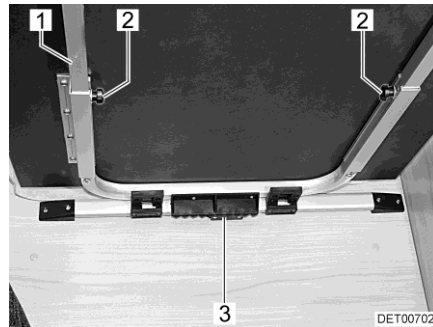

Bild 55 Hängetisch verschieben/vergrößern
- Rändelschrauben (Bild 55,2) lösen.
- Tischplatte vorn leicht anheben und bis zum Anschlag herausziehen. Tischverlängerung (Bild 55,1) ist ganz ausgezogen.
- Tischplatte vorn leicht anheben und bis zum Anschlag zurückschieben. Tischverlängerung (Bild 55,1) ist ganz eingeschoben.